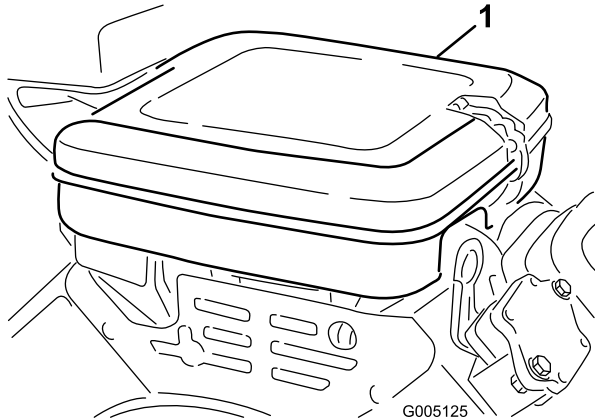

図 43
1. ロック用クリップを取り、エアクリーナカバー（図 43）を外す。カバーを丁寧に清掃する。